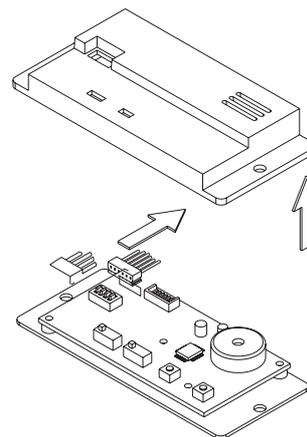

Fig. 1
- (1) Aprire l'unità di controllo e scollegare il cavo del ricevitore (6P - CN2) (fig.1) .